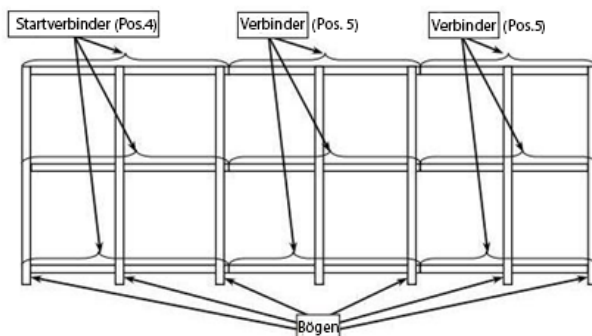

Abb.1 Position der Bögen und Verbinder (Seitenansicht Gewächshaus 4m lang).
4.1.5 Verbinden Sie die Startverbinder mit den Verbinder durch Andocken (Abb. 1).